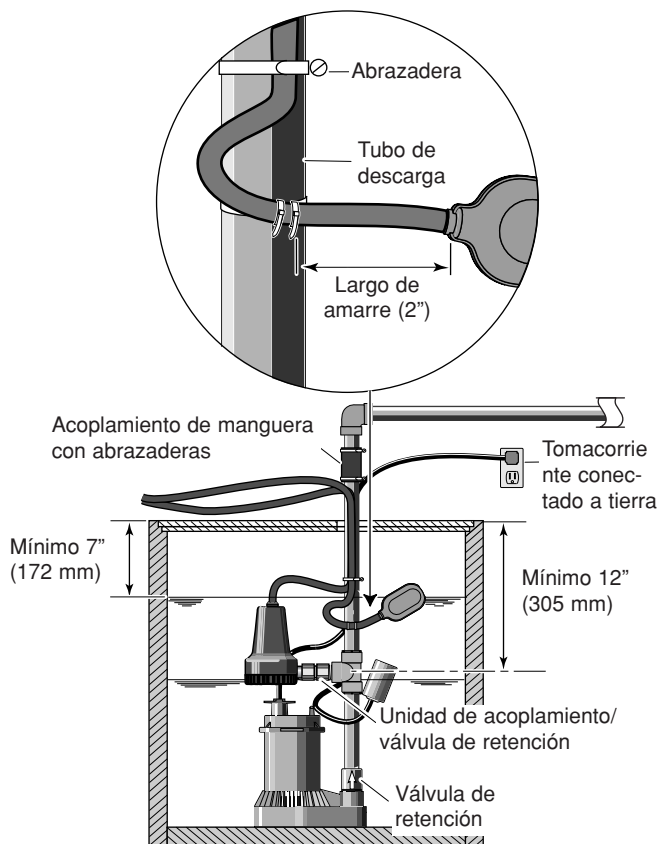

Figura 6 - Instalación de doble bomba e interruptor a flotador
8. Coloque la unidad del interruptor a flotador (clave No. 8) en forma floja al tubo de descarga con las ligaduras de cable (claves No. 8A y 8B). Deberá quedar aproximadamente un largo de cordón de 3" (76 mm) entre el flotador y la abrazadera. Es posible que se deban hacer ajustes, no apriete las ligaduras de cable. Consulte la Figura 6.